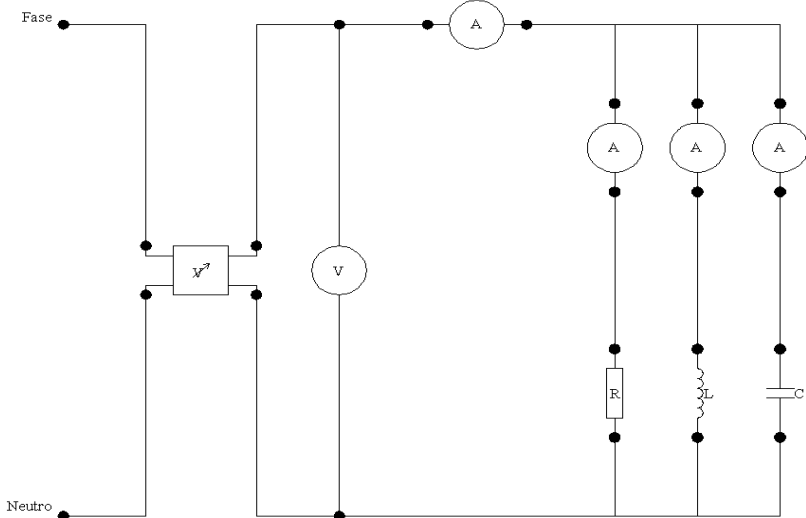

Figura 3.5
3.5- Monte um circuito RLC paralelo utilizando os componentes do circuito anterior do painel e o varivolt da bancada (como indicado na **Figura 3.5**). Aplique uma tensão na saída do varivolt de forma que seja possível medir os valores de corrente e tensão (utilizando os instrumentos de medição do painel) no mesmo.